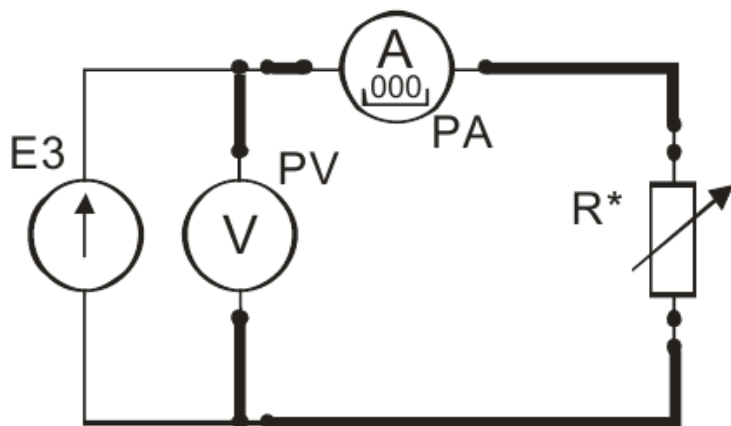

Рис. 1
2.2. Экспериментальное определение величины сопротивления резистора. Собрать схему по рис. 1. В качестве резистора R^* использовать резистор R11 или R10 (табл. 1). В соответствии с заданным вариантом установить соответствующий тумблер в заданную позицию (1, 2 или 3). Представить схему для проверки преподавателю.